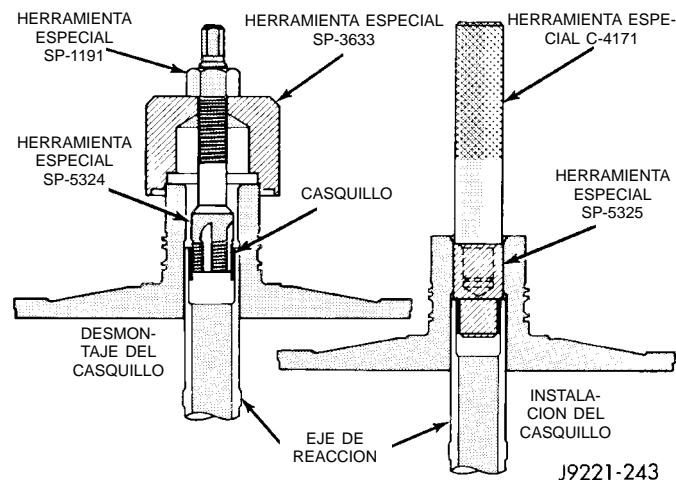

Fig. 157 Reemplazo del casquillo del soporte del eje de reacción
(1) Ensamble los Extractores de casquillos SP-1191, 3633 y 5324 (Fig. 157). **No inmovilice ninguna pieza del eje de reacción o del soporte en la mordaza.**
(2) Sostenga la Herramienta de copa SP-3633 firmemente contra el eje de reacción y enrosque el extractor SP-5324 en el casquillo con la mano, hasta donde le sea posible. Luego enrosque el extractor 3-4 vueltas adicionales en el casquillo con una llave.
(3) Gire la tuerca hexagonal del extractor hacia abajo, contra la copa del extractor para extraer el casquillo del eje. Limpie todas las virutas del eje después del desmontaje del casquillo.
(4) Sujete levemente el casquillo usado en la mordaza o con alicates y retire el extractor del casquillo.
(5) Ensamble las Herramientas de instalación de casquillos C-4171 y SP-5325 (Fig. 157).
(6) Deslice el casquillo nuevo en la Herramienta de instalación SP-5325.
(7) Coloque el soporte del eje de reacción en forma vertical sobre una superficie limpia y lisa.
(8) Alinee el casquillo en el hueco. Luego terraje el casquillo en su lugar hasta que el Instalador de casquillos SP-5325 llegue al fondo.
(9) Limpie cuidadosamente el soporte del eje de reacción después de instalar el casquillo.